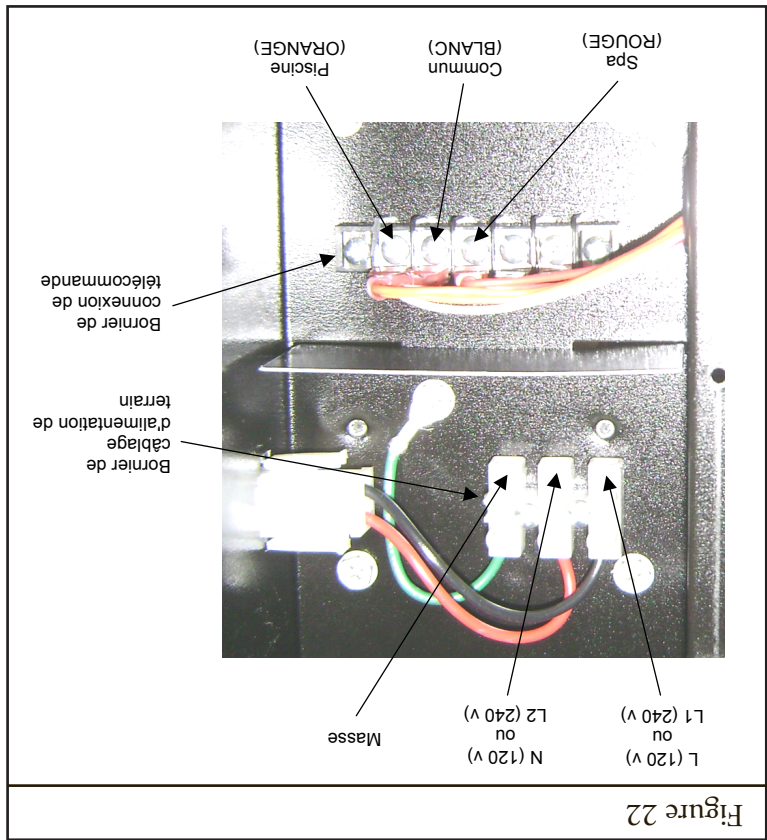

Figure 22
Le réchauffeur est équipé d'une connexion pour un thermostat distant 2 fils ou un commutateur distant à 3 fils. Un thermostat à 2 fils possède son propre capteur de température pour régler la température de l'eau. Un commutateur distant à 3 fils permet de sélectionner à distance les modèles «POOL» [Piscine] ou «SPA». Connecter le câblage de la télécommande au bornier situé dans le compartiment inférieur à l'intérieur de la boîte de jonction (voir les Figure 22). Le réchauffeur a 2 boîtes de jonction (une de chaque côté du réchauffeur). Une seule boîte de jonction devrait être utilisée pour le câblage de la télécommande. Ne pas enlever pas les fils connectés au bornier de connexion de télécommande. Le câblage distant doit être acheminé dans un conduit séparé. Pour les distances de moins de 30 pi, utiliser du fil 22 AWG. Pour les distances de plus de 30 pi, utiliser du fil 20 AWG. Les distances d'acheminement ne doivent pas dépasser 200 pi.
Pour configurer le réchauffeur pour une télécommande de thermostat à 2 fils, utiliser la touche «MODE» sur le clavier du réchauffeur pour placer le contrôle dans le mode «STANDBY» [attente]. Puis maintenir enfoncées les touches «DOWN» [vers le bas] et «MODE» pendant 3 secondes jusqu'à ce que l'affichage indique le code «bo». Sur le bornier du câblage de télécommande (figure 22), connecter les fils correspondants de la télécommande aux bornes adjacentes aux fils ORANGE («Piscine») et BLANC («24 V»). Pour utiliser le réchauffeur avec le thermostat distant, le contrôle du réchauffeur doit être dans le mode «POOL» ou «SPA». L'affichage indique «bo». La DEL «POOL» ou «SPA» s'allume. Le réchauffeur s'allume selon les commandes du thermostat distant. Le thermostat du réchauffeur fonctionne pour limiter la température de l'eau à un maximum de 104°F.
Sur le bornier du câblage de télécommande (figure 22), connecter les fils correspondants de la télécommande aux bornes adjacentes aux fils ORANGE («Piscine»), BLANC («24 V») et ROUGE («SPA»). Pour faire marcher le réchauffeur avec un commutateur distant à 3 fils, le contrôle du réchauffeur doit être dans le mode «STANDBY» [attente]. La DEL d'attente s'allume. Lorsque le commutateur distant est réglé sur «Pool/Low», la DEL de piscine s'allume et l'affichage indique la température de l'eau. Lorsque le commutateur distant est réglé sur «Spa/High», la DEL de spa s'allume et l'affichage indique la température de l'eau. Le réchauffeur utilise son thermostat interne pour régler la température de l'eau au point de consigne du mode sélectionné.
Le réchauffeur est équipé de (4) ouvertures pour les entrées électriques. Toute ouverture non utilisée doit être bouchée (bouchons fournis). Les connexions du câblage d'alimentation de terrain doivent être faites avec le bornier situé dans le compartiment supérieur à l'intérieur de la boîte de jonction (voir les Figures 22). Le réchauffeur a 2 boîtes de jonction (une de chaque côté du réchauffeur). Une seule boîte de jonction devrait être utilisée pour le câblage d'alimentation de terrain.